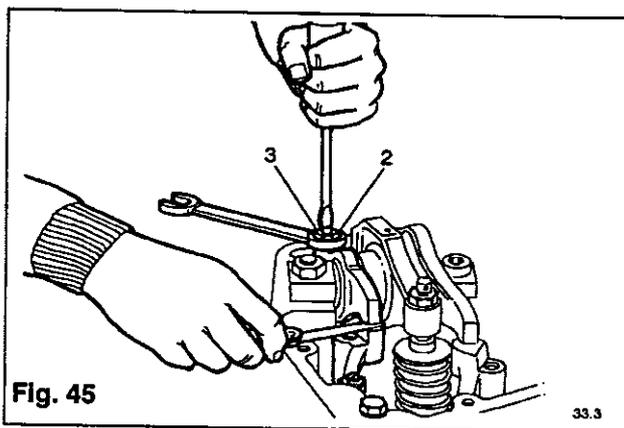

Fig. 45
Les deux ponts de soupapes étant équilibrés, vérifier et régler le jeu des soupapes d'admission et d'échappement de 0,4 mm à l'aide d'une jauge d'épaisseur (1). Si un réglage est nécessaire, desserrer le contre-écrou (2) et, à l'aide de la vis de blocage (3) régler le jeu (voir Fig. 45). Serrer le contre-écrou sans bouger la vis de réglage. La jauge doit maintenant pouvoir coulisser avec un ajustement gras entre le culbuteur et le pont, ce qui donne le jeu correct. Remonter le cache-culbuteur avec un joint neuf.